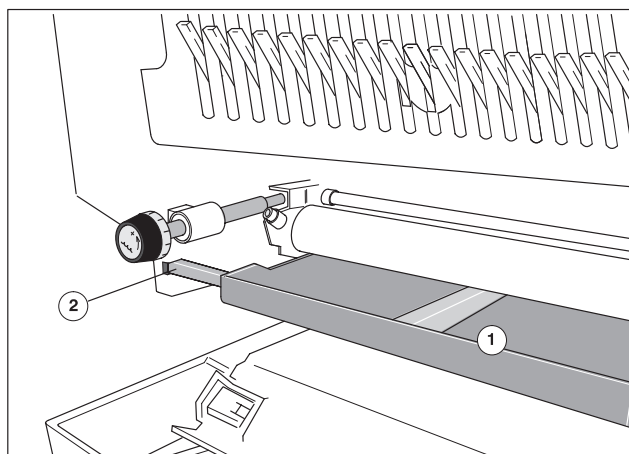

Рис. 7 Установка ванны для увлажняющего средства
- ❷ Надвиньте ванну для увлажняющего средства (Рис. 7/❶) на опорную штангу. При этом вставьте боковые штыри на ванне в направляющие на боковых стенках (Рис. 7/❷).
- ❸ Закройте защитные ограждения.